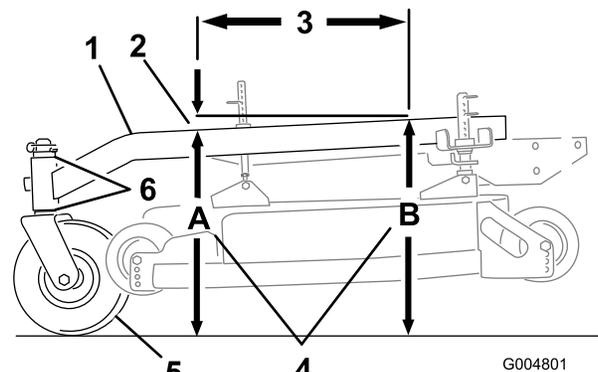

Figura 54
Il telaio portante deve avere un'inclinazione da 3 a 10 mm per la lunghezza di 61 cm sul telaio portante (Figura 54).
1. Misurate la sporgenza di 61 cm sul telaio portante (Figura 54).
2. Misurate l'altezza del telaio portante al punto **A** (Figura 54).
3. Misurate l'altezza del telaio portante al punto **B** (Figura 54).
4. L'altezza al punto **A** deve essere di 6-10 mm inferiore rispetto al punto **B** (Figura 54).
5. Se il telaio portante non è inclinato correttamente, spostate i distanziali orientabili in modo da ottenere un angolo di inclinazione di 6-10 mm (Figura 54). Spostate i distanziali dall'alto o dal basso per ottenere l'inclinazione corretta.